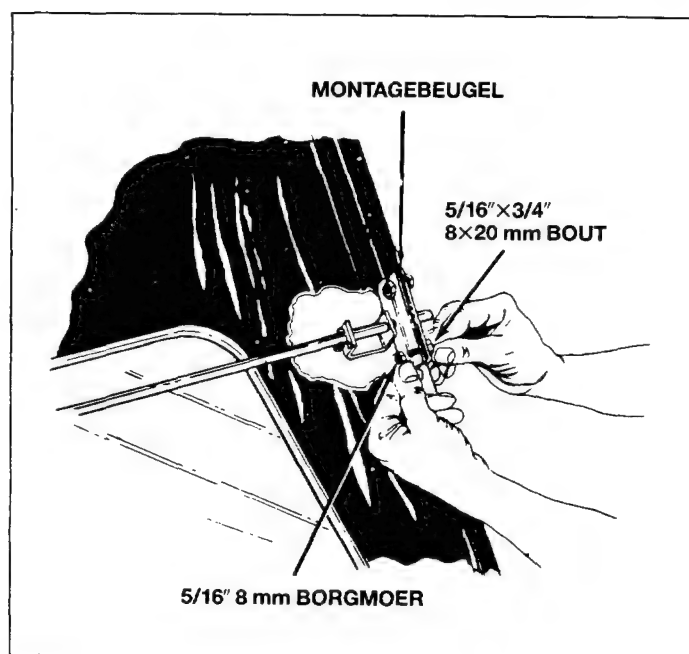

Fig. 25
15. Monteer de twee montagebeugels met zeskante bouten 8×20 mm en borgmoeren 8 mm aan de binnenkant van het frame, zie fig. 25. *Goed aandraaien.*